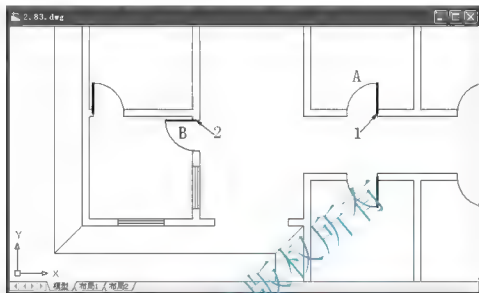

图 2.83 旋转 B 门
(2) 用【旋转】命令将 B 门旋转到位。
- ① 单击【修改】工具栏上的【旋转】图标  或在命令行输入“Ro”并按 Enter 键，启动【旋转】命令。
- ② 在选择对象：提示下，选择 B 门，此时该门变虚，按 Enter 键进入下一步命令。
- ③ 在指定基点：提示下，选择 2 点作为 B 门旋转的基点。
④ 在指定旋转角度, 或 [复制(C)/参照(R)] <0>: 提示下, 输入“90”, 按 Enter 键结束命令, 结果如图 2.83 所示。